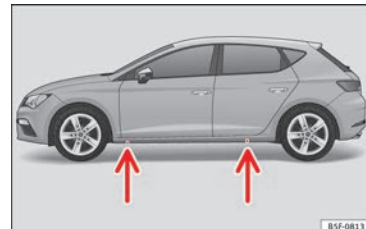

Abb. 73 Querträger: Marken.
- Suchen Sie am Längsträger die Markierung des Aufnahmepunktes für den Wagenheber (Eindrückung), die dem zu wechselnden Rad am nächsten liegt » **Abb. 73.**